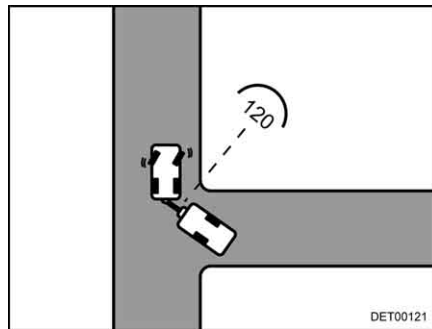

Fig. 16 Manœuvre à effectuer
- Dès que les deux véhicules se trouvent dans un angle de 120° l'un par rapport à l'autre, s'arrêter (Fig. 16).